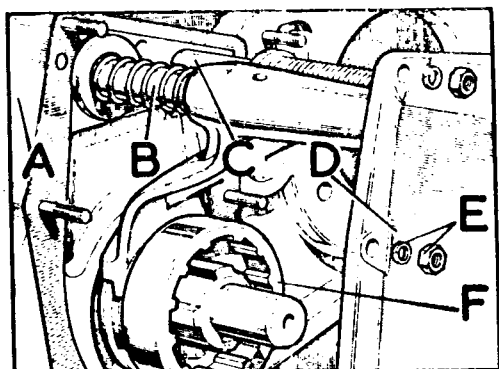

Fig. C1-48 Elementos de fijación de la caja del eje de salida
- 1.4. Desmontar los elementos de fijación, E (Fig. C1-48) de la caja del eje de salida, D, y retirar ésta, de la caja reductora, A, teniendo cuidado de recoger la garra de enclavamiento, F, para tracción total.